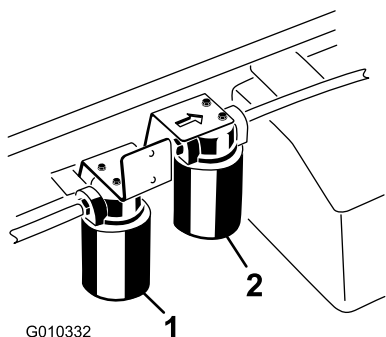

Figura 72
5. Coloque um recipiente de escoamento debaixo do filtro e retire o filtro (Figura 72).
4. Limpe a zona em torno da montagem do filtro de alto fluxo (Figura 72).